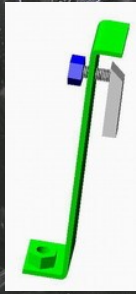
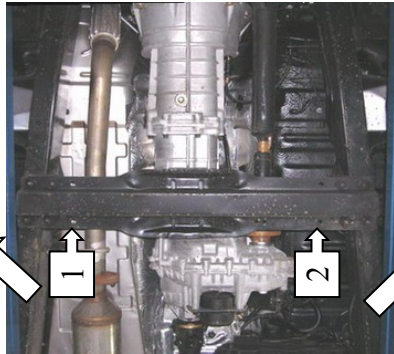
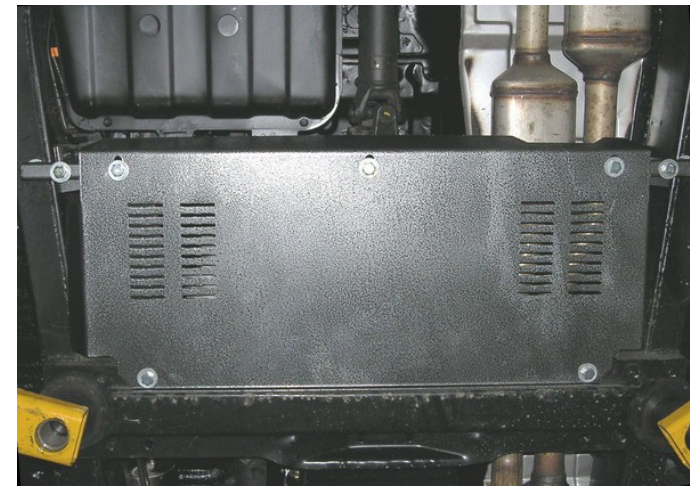

Рис.5
Рис.6
Рис.8
1. Собрать правый кронштейн как показано на рис.5 (гайку не затягивать). Завести спец. крепление в отверстие в раме (рис.6 а) и гайку затянуть. При демонтаже кронштейна гайку полностью не выкручивать!
Рис.6 а
Рис.6 в
Рис.6 б
Рис.6 д
Рис.6 г
2. Выкрутить два болта крепления кронштейна на балке автомобиля (рис. 6 и 6 в). Установить на эти крепежные места левый кронштейн (рис. 6 в и 6 г). Болты затянуть.
Левый кронштейн устанавливается на заклепки винтовые в раме автомобиля (рис. 6 д).
4. Завести поверх балки автомобиля планку (рис. 8) над отверстиями 1 и 2 (рис.6). Установить защиту раздаточной коробки (рис. 8), закрепив ее на передней и задней балке болтами (поз.14).